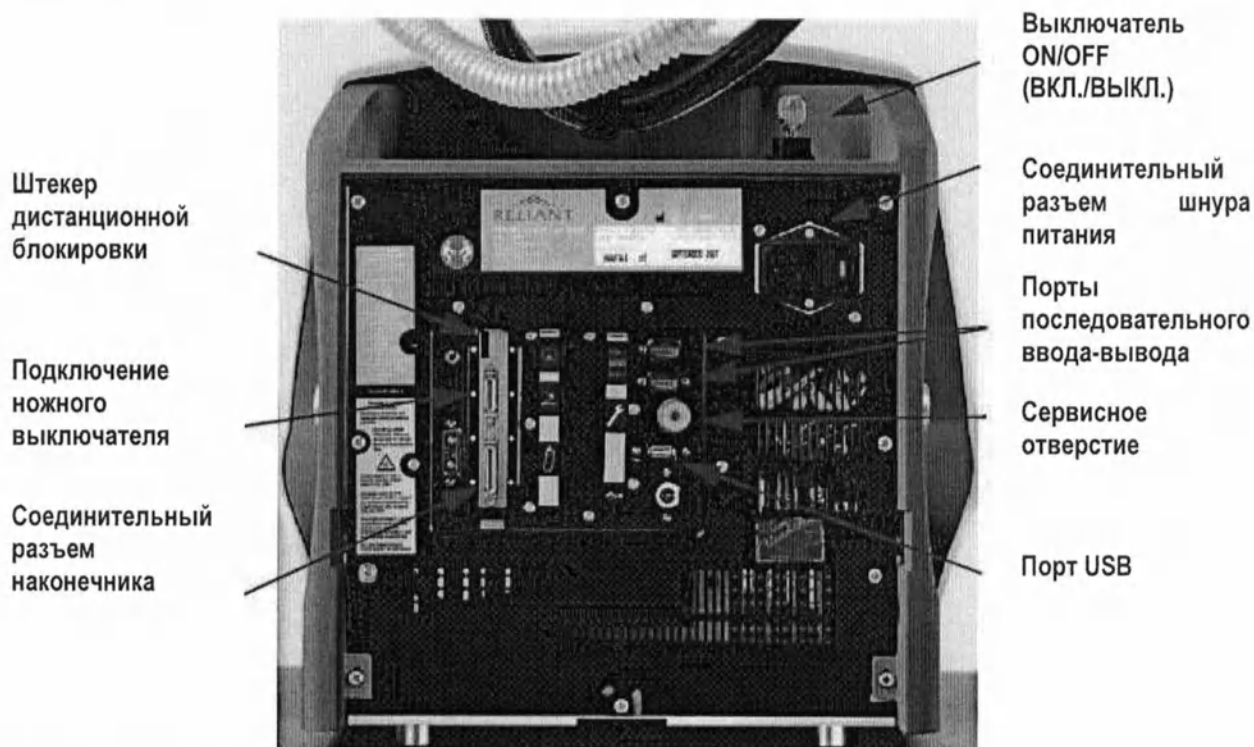

Рисунок 3. Вид на консоль сзади
Выключатель с замком под ключ	Бок консоли (Рисунок 3, страница 27)
Ножная педаль подключается к задней части консоли (Рисунок 3). Во время сеанса терапии лазер не возбуждается, если ножной выключатель не будет находиться в нажатом положении (для получения более подробной информации см. «Техника применения лазера», страница 60).
- Вход шнура питания (задняя часть консоли; Рисунок 3) представляет собой стандартный штекерный разъём по норме IEC60320 типа C14.
Шарнирный манипулятор (Рисунок 3 и Рисунок 4) соединяет наконечник с выходом лазера